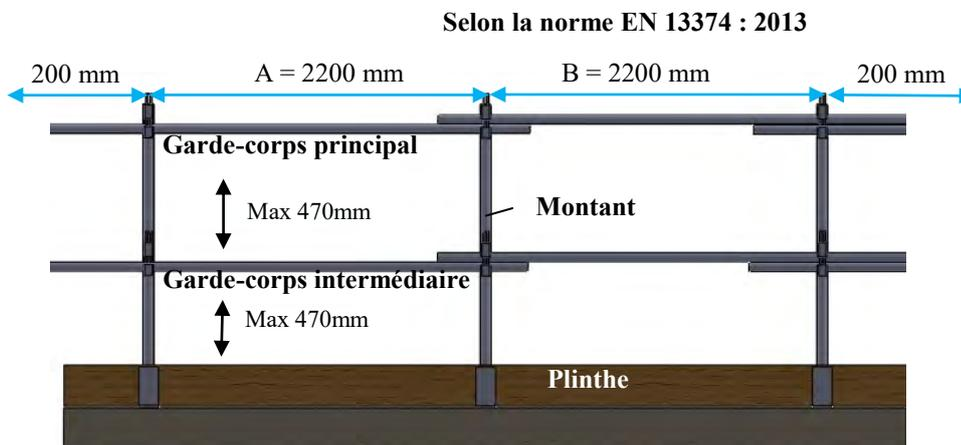

fig. 4
8. Conditions générales d'utilisation (fig. 4)
- Les matériaux doivent présenter une rigidité et une durabilité suffisantes afin de résister aux conditions normales de service. Les éléments horizontaux doivent se chevaucher et dépasser de la dernière travée d'au moins 200 mm ($200+A+B+200$, voir fig. 4, page 6);